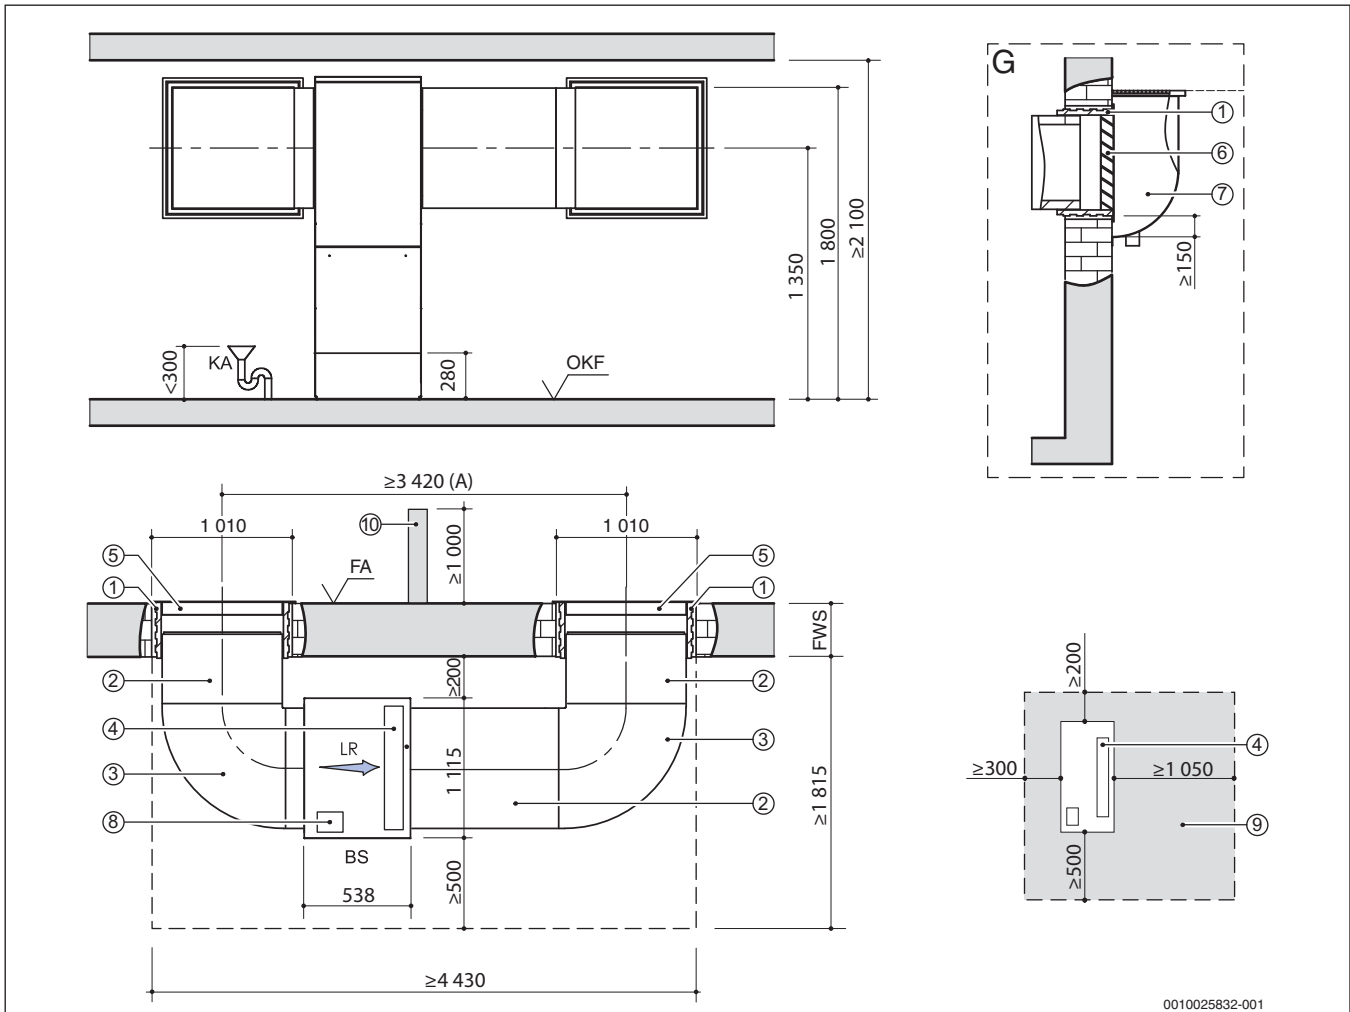

Bild 13 Aufstellplan für WLW196i-11/14 IR mit dem Luftkanalsystem 900 (alle Maße in mm)
- Im Aufstellraum muss ein Kondensatablauf vorhanden sein. Die Höhe des Anschlusses ist in den Aufstellplänen eingetragen (→ Bild 12, Seite 7 und Bild 13, Seite 8).
- Kann aus baulichen Gründen die Luftführung nur an einer Gebäudeseite erfolgen, muss ein Luftkurzschluss verhindert werden. Dies kann über eine Trennwand (→ Bild 13 [10], Seite 8) oder durch einen ausreichenden Abstand zwischen den beiden Öffnungen erreicht werden.
- 1350 mm für Wärmepumpen mit 11/14 kW (→ Bild 13, Seite 8)
Legende für Bild 12 + Bild 13: